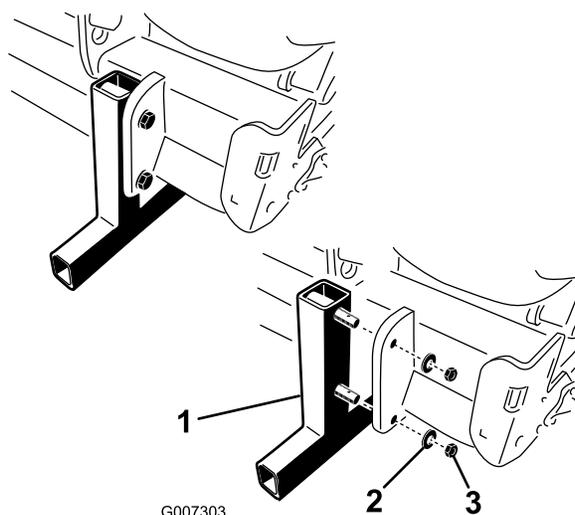

Рисунок 20
4. Вставьте шплинты с кольцом (из комплекта запчастей) в штифты подставок для хранения (Рисунок 20).